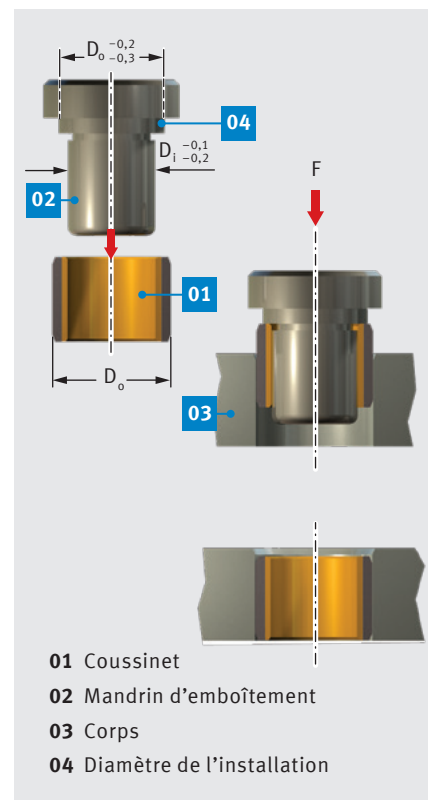

Fig. 52 : Emboîtement noyé $D_o \leq 55$ mm
- emboîtement noyé avec mandrin, sans bague auxiliaire, Fig. 52